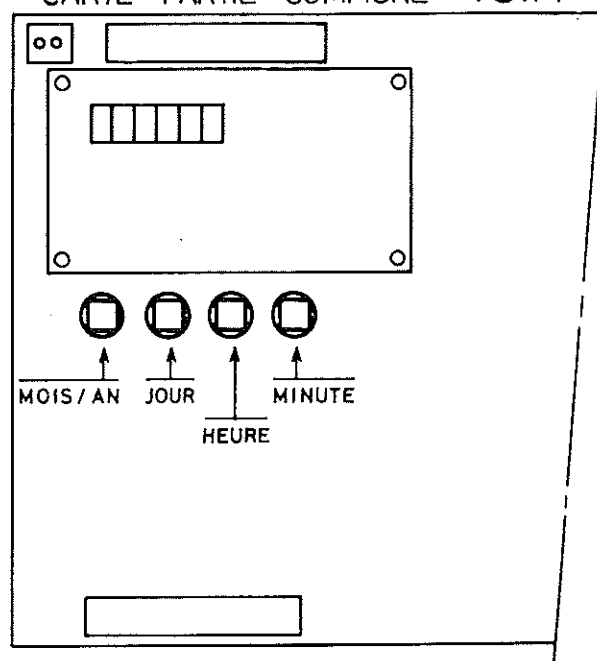

fig 7
- Régler la date et l'heure de la façon suivante (voir Fig. 7)